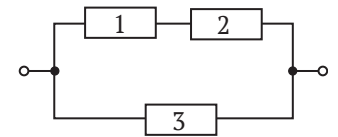

Fig. 4
- (4 baluri) Trei rezistoare sunt unite așa, cum este indicat în fig. 4 și sunt conectate la o baterie de elemente galvanice. Tensiunea la clemele bateriei constituie 12 V, rezistența fiecărui rezistor este egală cu 6 Ohm. Determinați puterea, pe care o consumă fiecare rezistor.